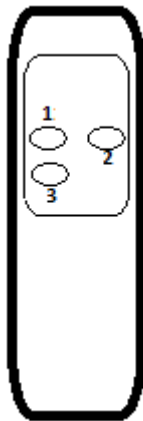
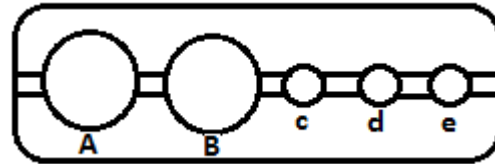

Fig. 1
Fig. 2
1. Desatornille la chapa de instalación y retírela. (Fig. 1/Fig.2)
2. Taladre unos agujeros en el lugar de instalación tal y como se indica en la fig.1 y fig.3.
(Fig. 1)
(Fig. 2)